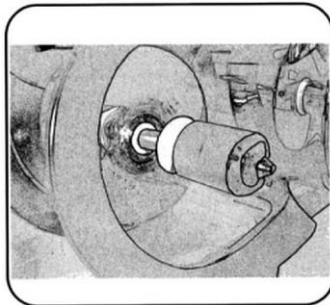

Abb. 36
8. Danach die Dichtungen der Spirale mit Wasser befeuchten (Abb.36).